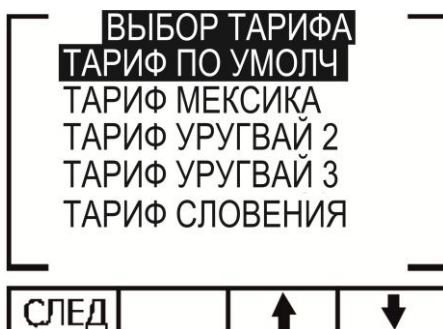

Рис. 43
4. Нажмите Enter. На дисплее появится экран тарифов (рис. 43)